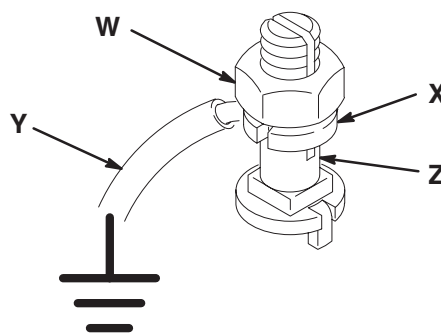

Fig. 1
1. *Pumpe*: anvend en stelledning og klemme. Se Fig. 1.
Løsn jordforbindelseskabelskoens låsemøtrik (W) og skive (X). Sæt enden af en mindst 1,5 mm² jordledning (Y) ind i rillen på kabelskoens (Z) og spænd låsemøtrikken sikkert til. Se Fig. 1. Tilslut den anden ende af ledningen til et sikkert jordingspunkt. Jordledning og klemme fås ved bestilling af reservedelsnr. 222-011.